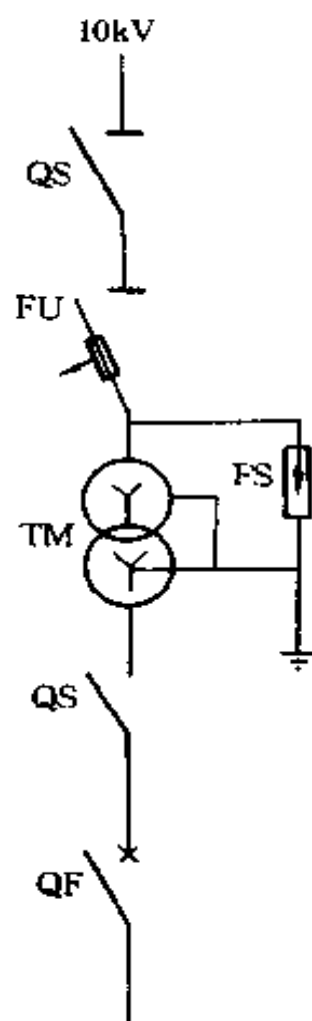

图 2-43 户外安装的配电变压器主接线图
(1) 画出常见的户外安装的配电变压器主接线图(画至 401)。户外安装的配电变压器主接线,要求变压器二次侧中性点、变压器外壳及防雷保护三位一体共同接地,如图 2-43 所示。
(2) 跌落式熔断器及阀型避雷器安装的一般要求有哪些?跌落式熔断器的安装应符合产品说明书及电气安装规程的要求。一般要求如下:
- ① 熔丝管与垂线的夹角,一般应为 $15^{\circ} \sim 30^{\circ}$;
- ② 相间距离,室外不应小于 0.7m,室内不应小于 0.6m;
- ③ 熔丝管底端对地面的距离,室外不应低于 4.5m,室内不应低于 3m;
④ 对下方电气设备的水平距离,不应小于 0.5m;
⑤ 跌落式熔断器应安装在同一水平线上,熔丝应位于消弧管的中部偏上侧。